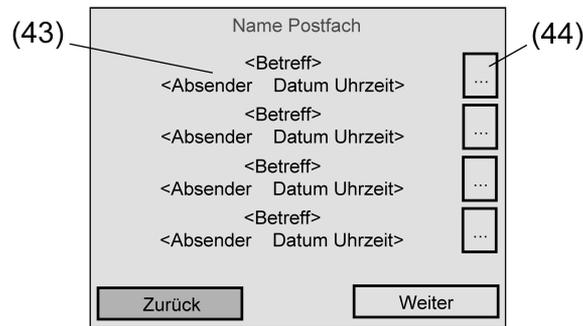

Bild 41: Posteingangs-Anzeigeseite eines Postfaches
Sobald der Bediener eine Postfach-Schaltfläche antippt, verzweigt das Tableau auf die Posteingangs-Anzeigeseite des entsprechenden Postfaches (siehe Bild 41).
- i** Optional kann jedes Postfach und auch die E-Mail Hauptseite "Postfächer" durch Passwörter geschützt werden. Sollte ein Passwortschutz erforderlich sein, müssen im ETS PlugIn im Parameterknoten "E-Mail" die Passwordebene des Tableaus zugewiesen werden. Wenn ein Postfach durch ein Passwort geschützt ist, wird die Anzeigeseite des Posteingangs (siehe Bild 41) nur dann angezeigt, wenn das Passwort korrekt eingegeben wurde.